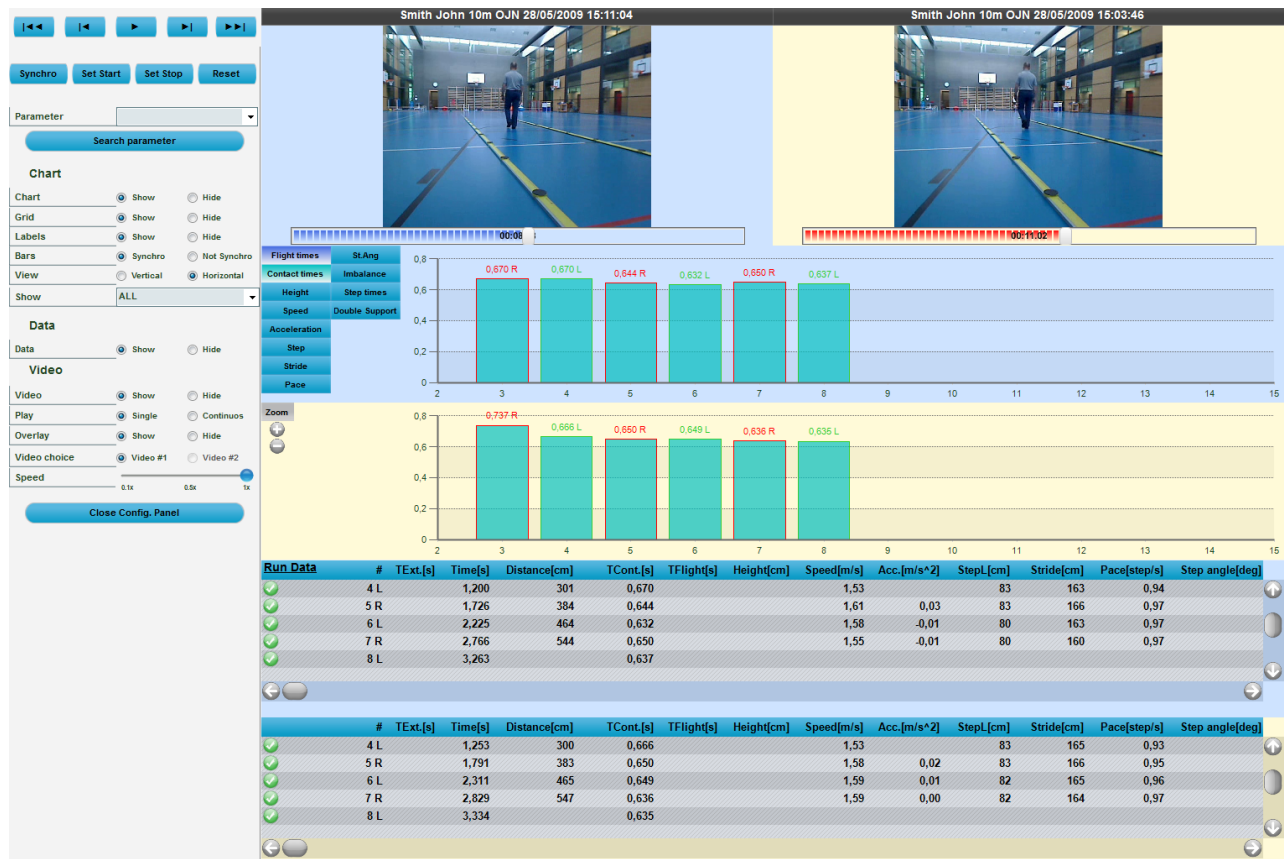

Abb. 89 – Parameter
- **Visualisierung:** Die Anzeige der Daten erfolgt horizontal (wie in Abb. 89 – Parameter